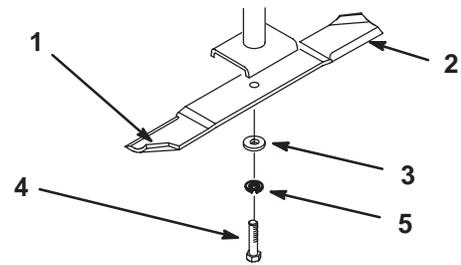
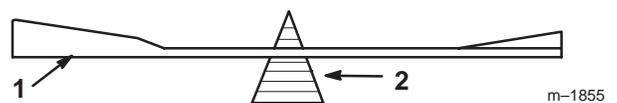

Figure 35
Figure 37
Tenez la lame à son extrémité avec un chiffon ou un gant épais. Enlevez de l'axe l'écrou de lame, la rondelle plate, la rondelle grower et la lame (Fig. 35).
2. Vérifiez l'équilibre de la lame en la plaçant sur un équilibreur (Fig. 37). Si la lame reste horizontale, elle est équilibrée et peut être utilisée. Si la lame est déséquilibrée, limez un peu l'extrémité de la partie incurvée seulement (Fig. 35). Vérifiez de nouveau et répétez la procédure jusqu'à ce que la lame soit équilibrée.
1. Placez la lame sur l'axe (Fig. 35).
2. Installez la rondelle plate, la rondelle-frein et le boulon de fixation de la lame (Fig. 35). Serrez le boulon à 115–150 Nm.